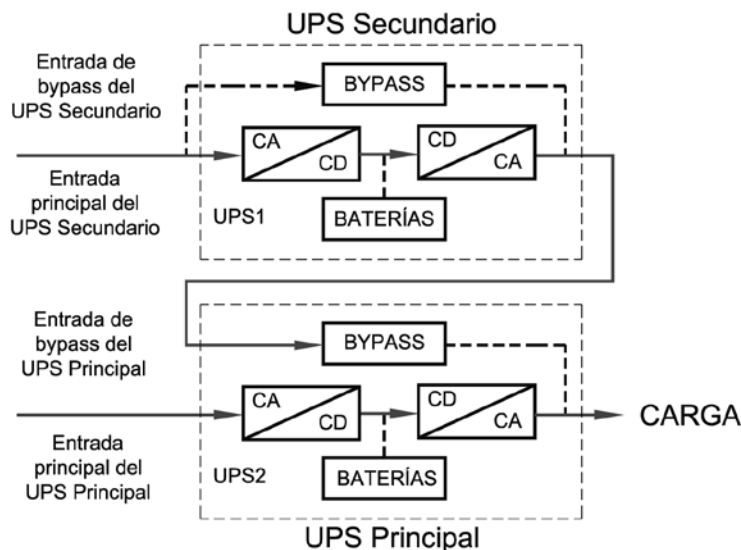
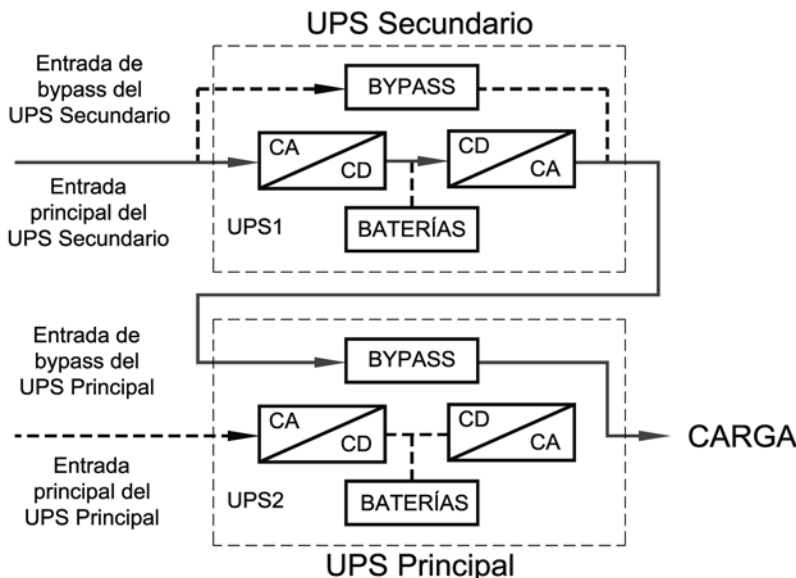
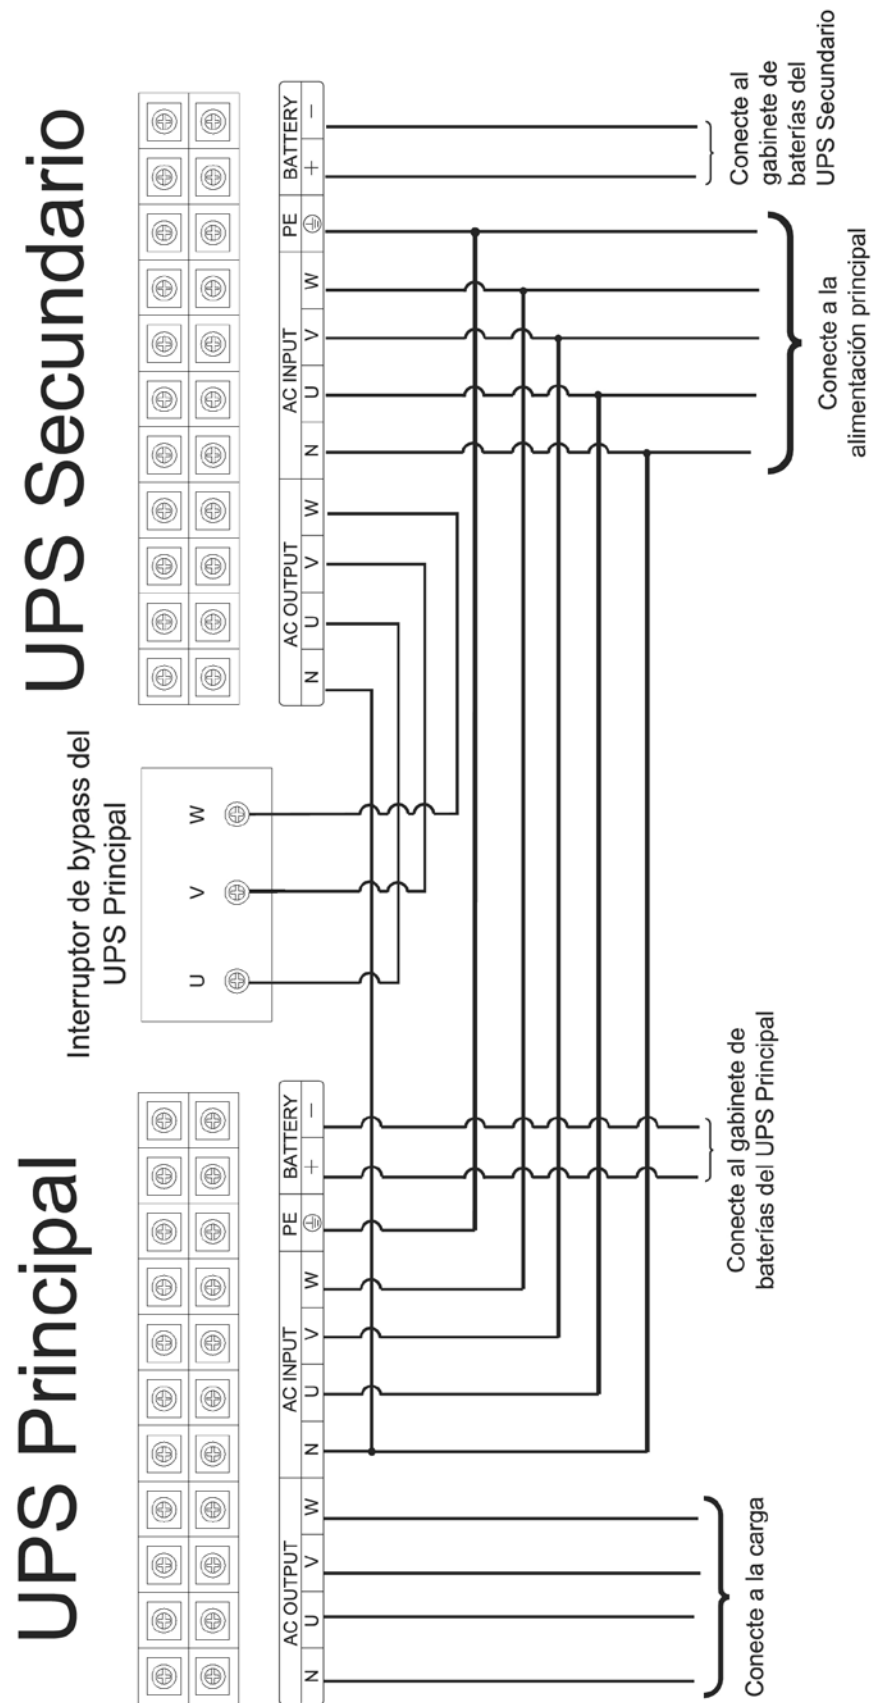

Fig. 4-23 Gráfico del flujo de potencia del sistema paralelo redundante 1+1 en condiciones normales
Fig. 4-24 Gráfico del flujo de potencia del sistema paralelo redundante 1+1 cuando el UPS Principal falla
Fig. 4-25 Ejemplo de las conexiones de un sistema paralelo redundante 1+1 para el UPS-IND Serie 1300
- 2) Como se muestra en las figuras arriba (Fig. 4-23, Fig. 4-24 y Fig. 4-25, para el UPS-IND Serie 1300 (10~30 kVA), UPS-IND Serie 1300 (40~60 kVA) y UPS-IND Serie 1300 (80~100 kVA), respectivamente), conecte los cables de la entrada, salida y baterías como corresponde. Ponga mucha atención a la polaridad de las terminales de las baterías para evitar una conexión con polaridad equivocada.